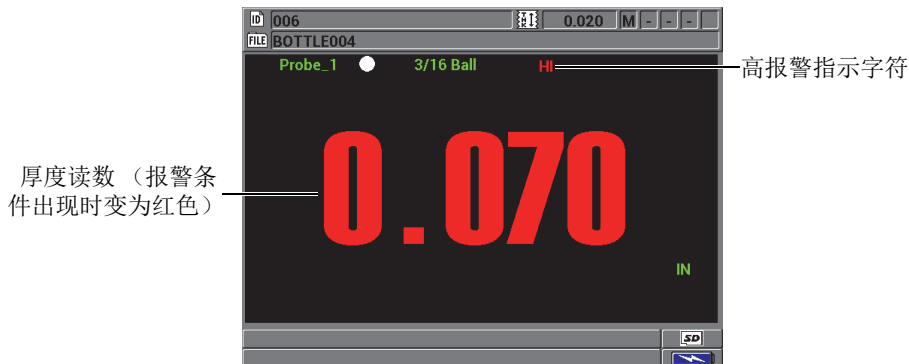

图 5-5 高报警指示字符示例
- 在测量屏幕的右上角，出现闪烁的 **HI**（高）或 **LOW**（低）报警指示字符（参见第 97 页的图 5-5）。